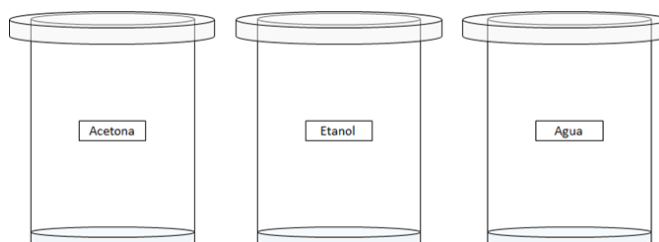

Figura 2.
- Coloque 2 [ml] de agua en un vaso de precipitados; en otro vaso, 2 [ml] de etanol; y en un tercero, 2 [ml] de acetona. Etiquete los vasos con el nombre del disolvente empleado y tape cada vaso con las tapas de las cajas de Petri (figura 2).